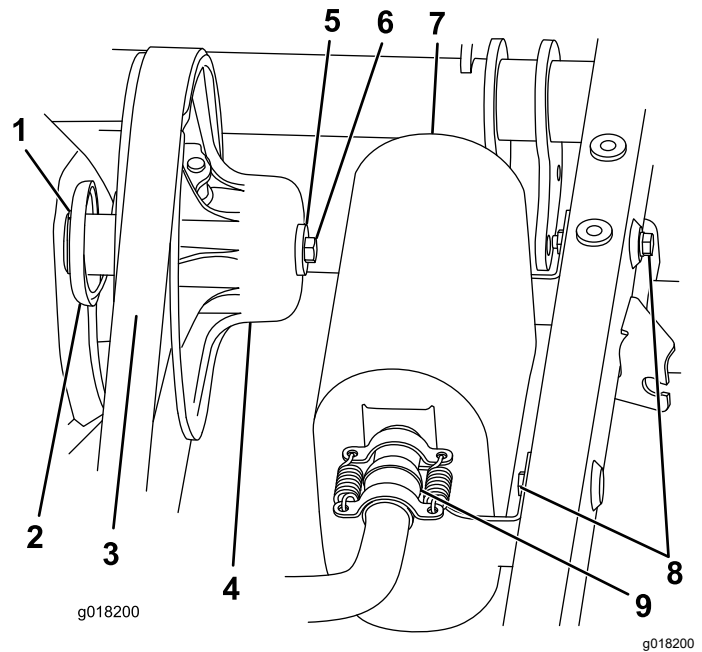

Figure 9
3. Détachez les 2 ressorts qui fixent le silencieux au système d'échappement, déposez les deux fixations qui maintiennent le silencieux sur le cadre, et déposez le silencieux (Figure 9).
4. Enlevez la courroie de l'embrayage secondaire (Figure 9).
5. Retirez le boulon et la rondelle à épaulement qui fixent l'embrayage et déposez ce dernier de la boîte-pont (Figure 9).